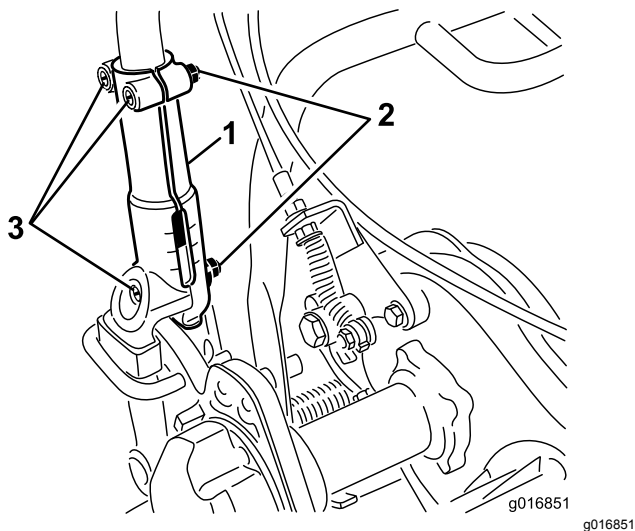

Figure 26
1. Desserrez les 3 boulons de carrosserie et écrous qui fixent chaque côté du guidon dans les manchons de serrage (Figure 26).